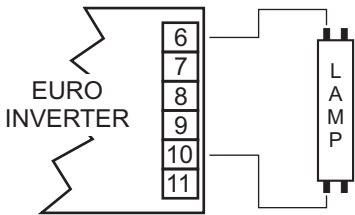

fig.3: NON PERMANENT
- Le fonctionnement peut être permanent (SE), Fig. 3
Kan functioneren in permanente toestand (SE), Fig. 3